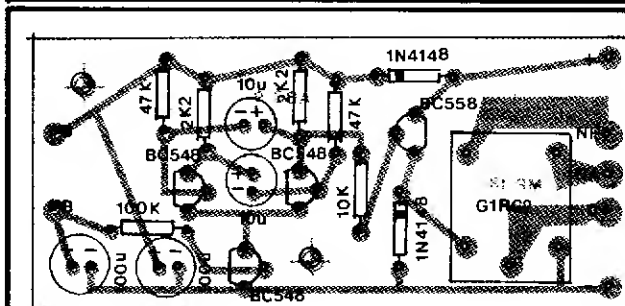

Fig. 5
- FIG. 5 - Lado não cobreado da placa, com todas as peças colocadas, identificadas pelos seus códigos, "estilizações" adotadas nos "chapeados" do ABC (ver as Normas em TRUQUES & DICAS da 4ª "Aula"...), polaridades, etc. Atenção aos importantes referenciais: lado "chato" dos transístores, anel de catodo dos diodos e marcação do "+" e "-" dos capacitores eletrolíticos... Correndo